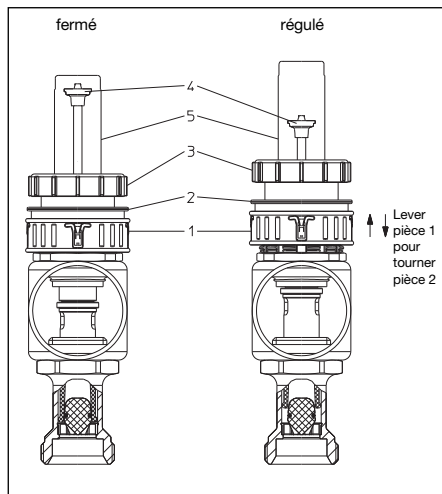

Fig. 7.1: Réglage des débitmètres pour la mesure et le réglage du débit
7.2. Réglage des débitmètres pour la mesure et le réglage du débit (fig. 7.1)
- Lever le circlip (1) jusqu'à enclenchement.
- Tourner le capuchon de blocage (2) vers le haut.
- Régler le débit calculé en tournant la poignée manuelle (3) du premier débitmètre.
- La lecture se fait sur la bague indicatrice rouge (4) dans le verre indicateur (5). L'échelle indique des valeurs entre 0 et 5 l/min.
- Le réglage étant terminé, fermer le capuchon de blocage (2) jusqu'à la butée.
- Protéger les débitmètres contre tout risque de dérèglement en poussant le circlip (1) vers le bas.